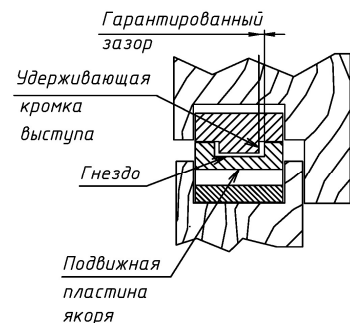

Рисунок 10
6.9 В закрытом положении двери между удерживающей кромкой выступа и гнездом пластины должен сохраняться «гарантированный зазор» (рисунок 10). При этом зазор не должен уменьшаться из-за влияния уплотнения двери, деформации дверного полотна, неточной навески петель и других факторов, создающих «отдачу» двери при закрывании.